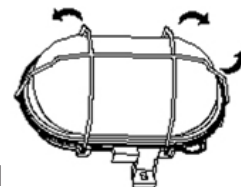

fig. 1
**fig. 1:** To loosen the glass dome, first fold the long wire bracket to the side, then fold the two short wire brackets up or down. The glass dome can be removed now.
**Bild 1:** Um die Glaskuppel zu lösen, klappen sie zuerst den langen Drahtbügel zur Seite, dann klappen sie die beiden kurzen Drahtbügel nach oben bzw. nach unten. Die Glaskuppel kann jetzt abgenommen werden.